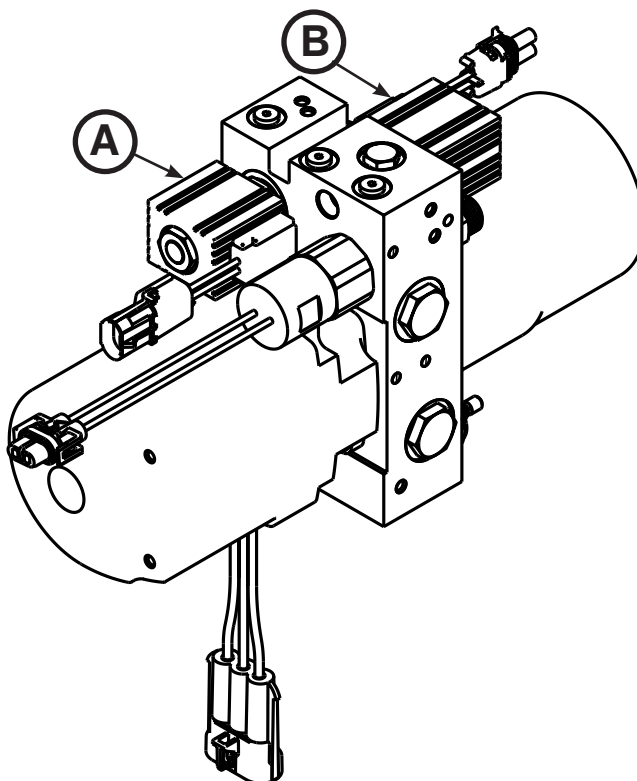

Figure 55
5. A l'aide d'une clé mixte de 3/4, retirer l'écrou qui maintient l'électro-aimant de la vanne A (A) ou de la vanne B (B) (Figure 55). Conserver l'écrou pour pouvoir le réinstaller.